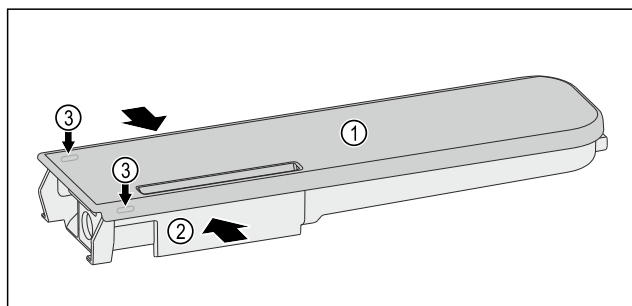

Fig. 211
- Wasserbehälter Fig. 211 (2) zusammendrücken und Deckel Fig. 211 (1) vorsichtig über die Rastnasen Fig. 211 (3) hebeln und hochziehen.
- Deckel Fig. 211 (1) leicht hin- und herbewegen und nach oben entnehmen.